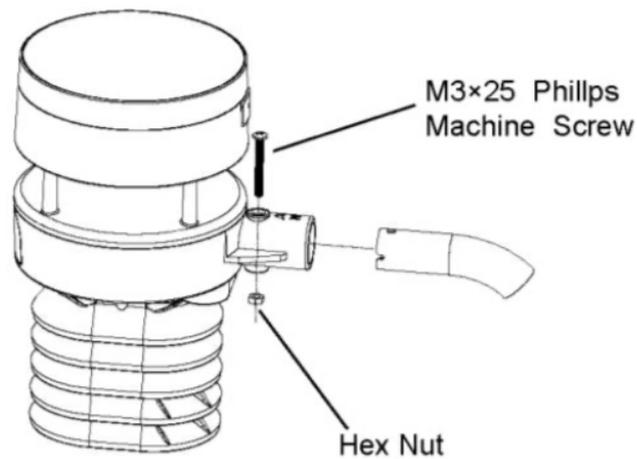

Figura 8: schema di montaggio del pacchetto del sensore 5-3
3. Collegamento del tubo del braccio al sensore a ultrasuoni come nella Figura 8.